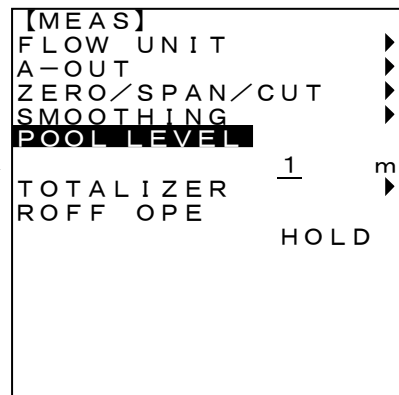

図4-7-8
1. <EXIT>キーを押し入力した数値を消去します。(図 4-7-8)